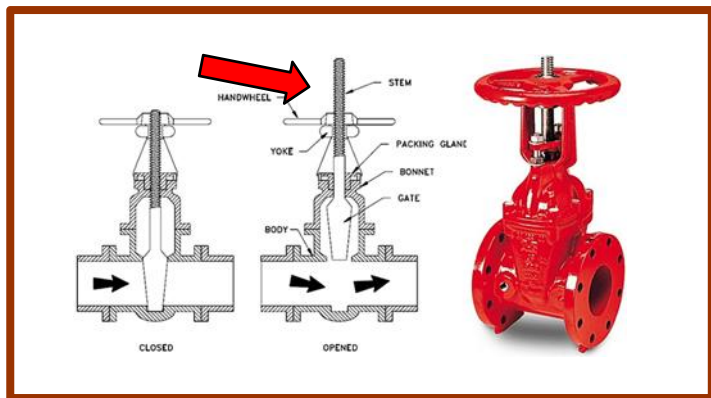
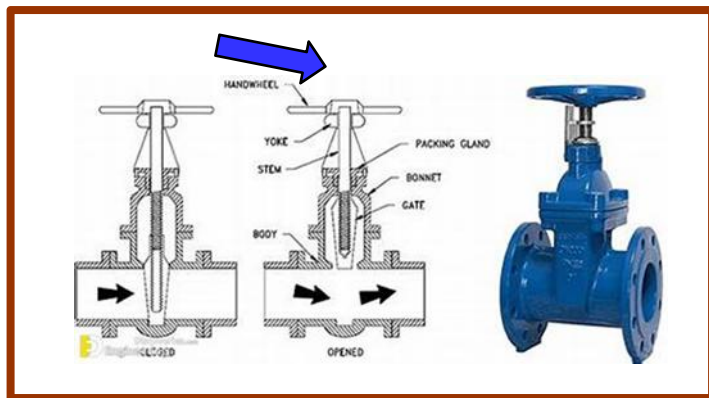

图1：明杆闸阀
图2：暗杆闸阀
罐区围堰内的雨水排放至废水处理区的雨水集水池中，而围堰雨水排放口上使用着两种阀门：明杆闸阀（图1）和暗杆闸阀（图2）。操作员通过观察明杆闸阀的手轮上方的阀杆（红色箭头），轻松看清阀门位置。但暗杆闸阀没有位置视觉指示（蓝色箭头），当阀门升起时，阀杆不会伸到手轮上方。操作员在不实际转动阀门的情况下很难知道围堰排水沟上的暗杆闸阀的实际位置。
- 有两种类型的闸阀，看起来相似。（见图1和图2）。